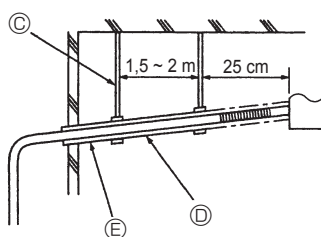

Fig. 8-2
(4) Certifique-se de que a tubagem de drenagem possui um gradiente de declinação superior a 1/100. (Fig. 8-2)